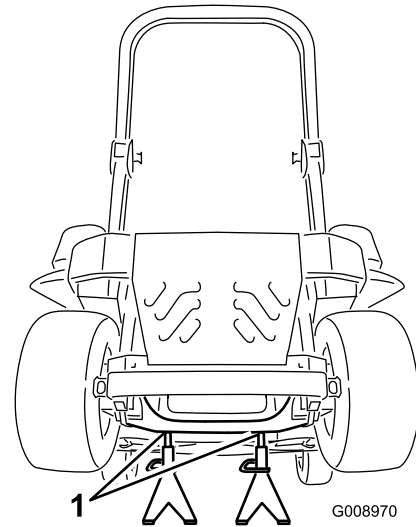

Figura 111
3. Eleve a máquina e apoie-a (Figura 111).
9. Retire os macacos e baixe a máquina (Figura 111).